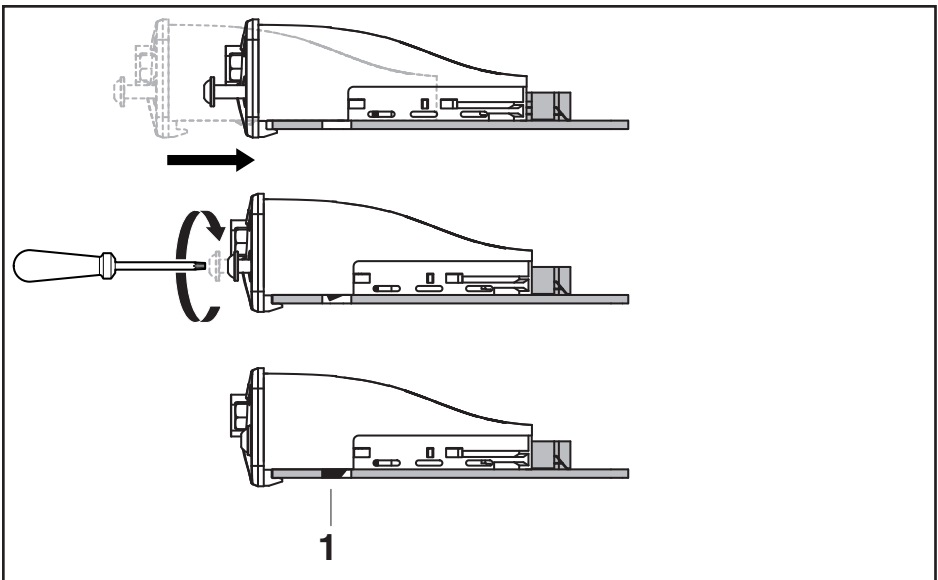

Abb. 3: Wirkungsweise Arretierung
3. Frontseitige Torxschrauben festziehen bis die Frontblende bündig anliegt. Durch das Eindrehen der Schrauben wird die Leiterplatte arretiert. Erst bei festgeschraubtem Schnittstellenmodul greift die Arretierung vollständig ein (siehe Abb. 3).